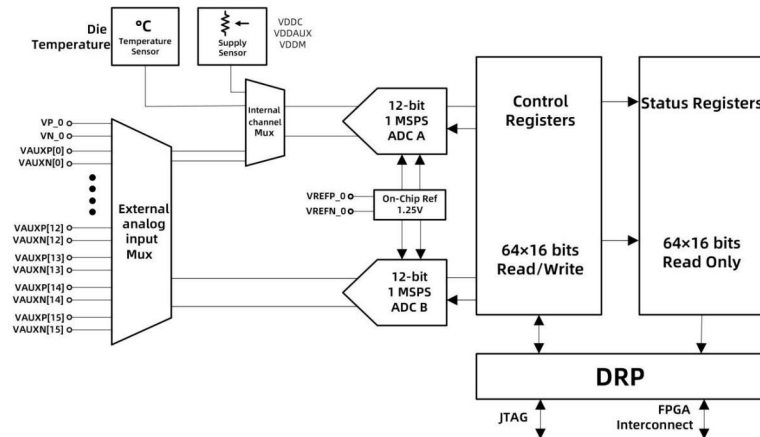

图 8 ADC 结构示意图
CYF 系列 FPGA 器件内置 1 个 ADC 模块，该模块可实现对芯片上的电压，温度等参数的高精度测量，提供了选择使用片上参考电压精度 $\pm 1\%$ ，减少了外部活动组件的需求，适用于基本的片上温度和电源监测。为了实现 ADC 的全 12 位性能，推荐使用外部 1.25V 参考电压。ADC 模块即使工作时也只需要很小的功耗，而当转换完成后处于低功耗状态。如图 8 所示。
- 如图 8 所示，ADC 主要通道范围 External analog input Mux 与 internal Channel Mux 的输入